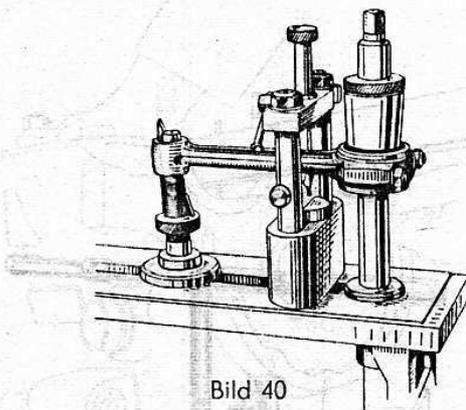

Bild 40
4. Pleuelstange in Hungergerät einspannen und mit Zentrierkonus auszentrieren (Bild 40).